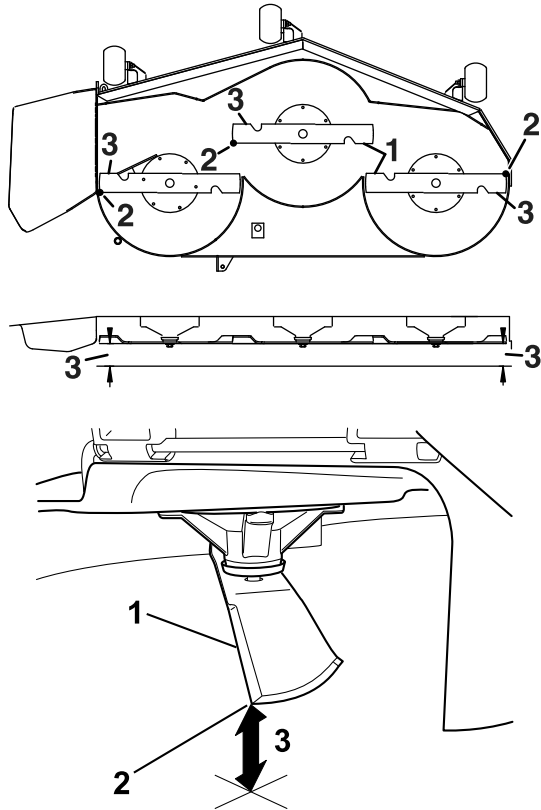

Figura 81
6. Meça entre a extremidade da lâmina e a superfície plana (Figura 81). Se ambas as medições não se encontrarem dentro do intervalo de 5 mm, ajuste o nivelamento, continue com este procedimento.
12. Rode cuidadosamente as lâminas de um lado para o outro (Figura 81).